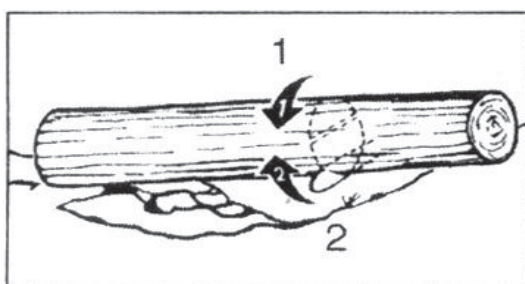

Рис.9
3. Заготовка, поддерживаемая с обоих концов: сначала отрежьте 1/3 диаметра бревна сверху, чтобы предотвратить его расщепление. Во-вторых, подрежьте бревно снизу на встречную первую пропиловку, избегая защемления (рис. 9).